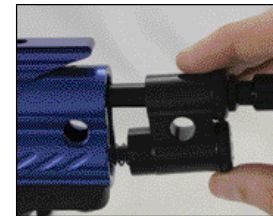

Figure 11
4. Retirez lentement et de quelques centimètres l'ensemble culasse et chien. Figure 11.